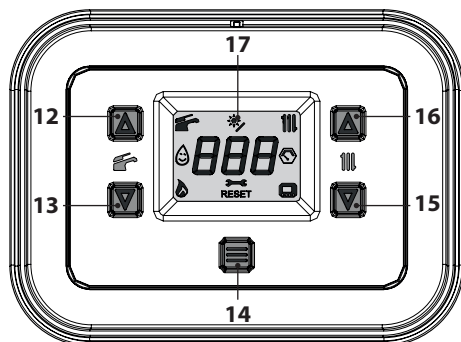
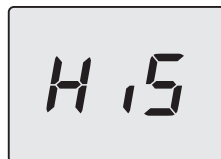
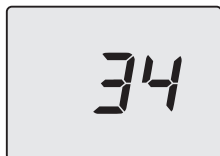

Рисунок 7.8
Рисунок 7.9
Рисунок 7.11
- Войдите в «режим программирования», нажав одновременно и удерживая в течение 5 секунд кнопки 13 и 15 (Рисунок 7.8), до появления на ЖК-дисплее надписи **HiS**, указывающей меню «Хронология котла» (Рисунок 7.9).
- Нажмите кнопку 14 (Рисунок 7.8) до появления на ЖК-дисплее надписи **StF** (Start Full), чередующейся с **34** (значение калибровки) (Рисунок 7.11).
- удерживать кнопки 13 и 15 в течение 5 сек. (Рисунок 7.8) (возврат на предыдущий уровень).